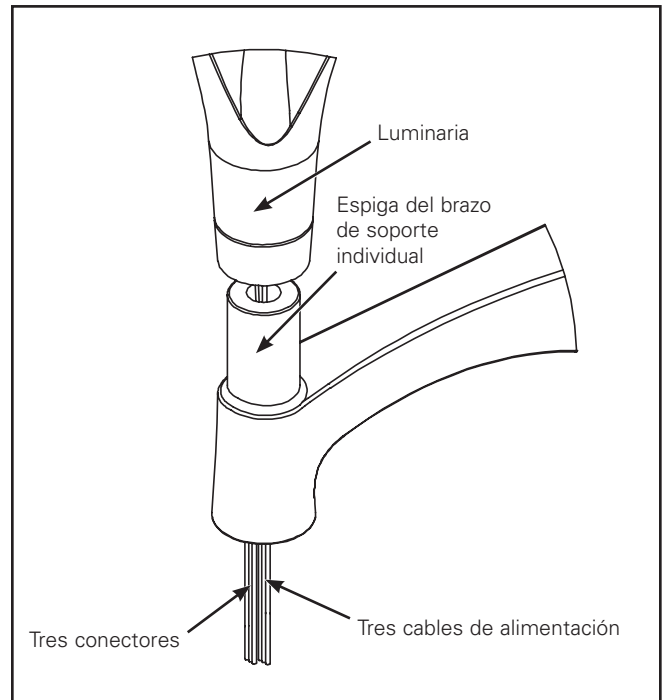

Figura 21.
8. Tire de los conectores de la luminaria a través de la espiga y el orificio del tapón. (Figura 21.)